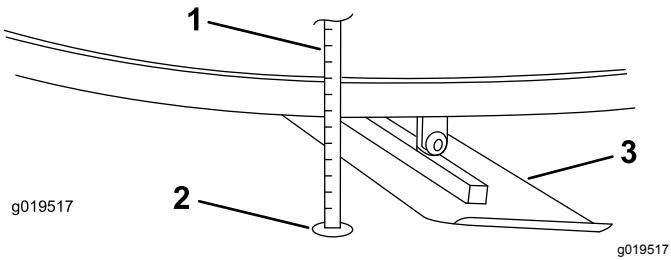

Figure 31
4. Tracez un repère sur la lame et sur le point du sol où la mesure a été effectuée (Figure 31).